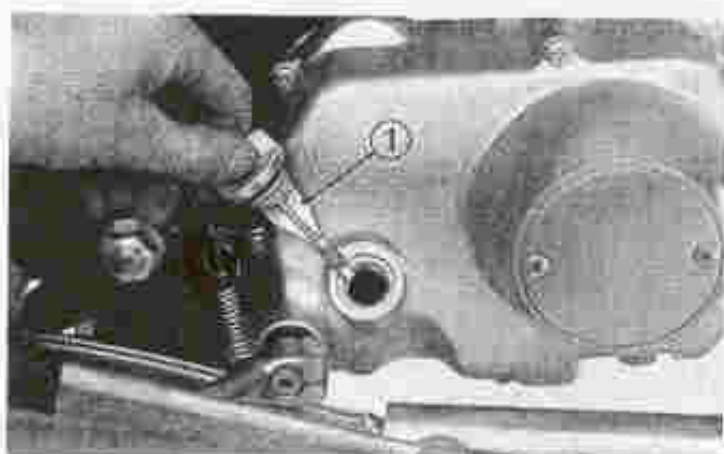

Fig. 12 ① Oliepeilstok
- 2) Bevestig opnieuw de aftapstop (niet te vast draaien) en vul de motor met ongeveer 0,7 liter olie. Controleer nadien met de pijlstok. (Fig. 12)